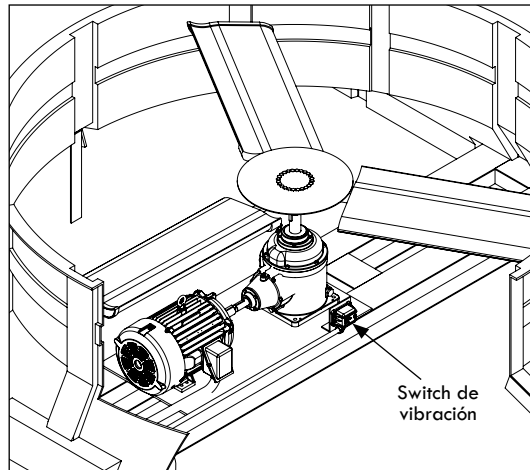

**Figura A-140: Ajuste de sensibilidad**
- Encienda el motor. Si el Switch de vibración se activa en el arranque, permita que el motor se apague. Cambie el ajuste de sensibilidad 1/4 en sentido de las manecillas del reloj (ver Figura A-140). Levante el botón de reinicio y vuelva a encender el motor. Repita éste proceso hasta que el Switch de vibración no se active en el arranque.